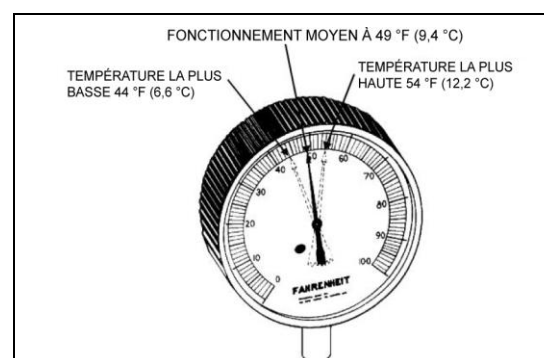

FIGURE 74: OSCILLATION DE TEMPÉRATURE HAUTE ET BASSE AU BULBE DISTANT
6. Observer approximativement cinq mesures à des intervalles de deux minutes et convertir en température à l'aide du tableau de pression de vapeur. De la même façon, observer la mesure de température au bulbe distant à des intervalles de deux minutes, et noter la mesure la plus basse et la plus élevée (Figure 74).